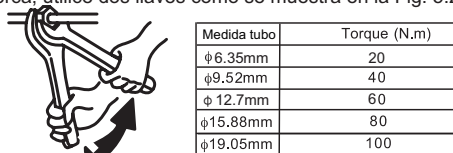

Fig. 5.2 Ajuste de tuerca
- (2) Al apretar la tuerca, utilice dos llaves como se muestra en la Fig. 5.2.